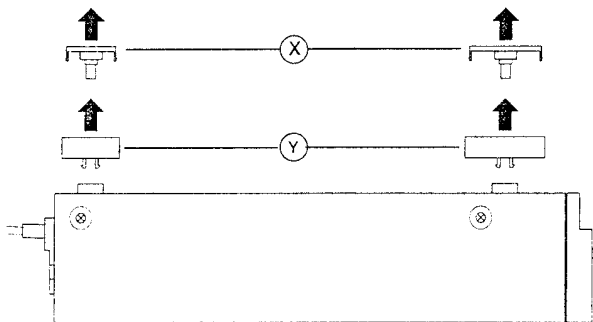
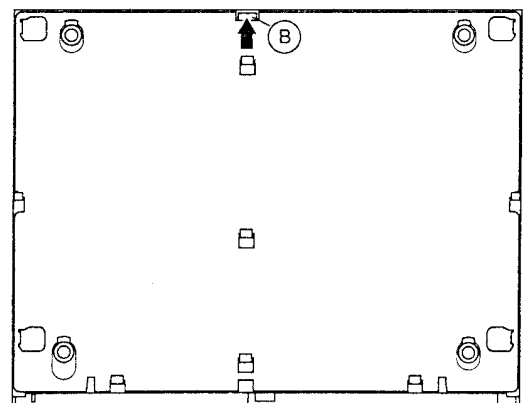

Fig. 1b
Fig. 2
- Nur bei großen Gerätefüßen (Fig. 1b).
- 4 Einlagen (X) mit Hilfe eines Schraubendrehers herausnehmen und anschließend die 4 Gerätefüße (Y) abziehen.
- Rastnase (B) lösen.
- Gehäuseunterteil in Pfeilrichtung schieben und abnehmen (Fig. 2).
- For recorders with large feet (Fig. 1b)
- Take out the four inserts (X) by means of a screwdriver, then pull off the four feet (Y).
- Release the locking lug (B).
- Push the cabinet base in the direction of the arrow and remove (Fig. 2).